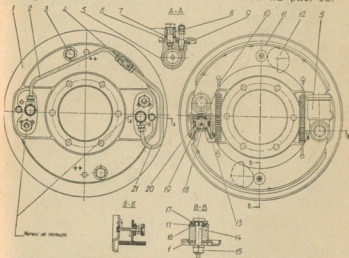
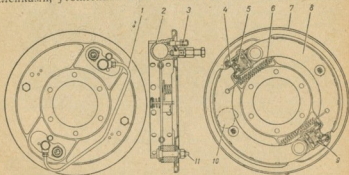

Рис. 97. Тормоз переднего колеса автомобиля УАЗ-469:
Рис. 98. Тормоз переднего колеса автомобиля УАЗ-469Б:
Устройство тормоза переднего колеса автомобиля УАЗ-469 показано на рис. 97, а автомобиля УАЗ-469Б на рис. 98.
На тормозном щите 1 (рис. 97) с помощью опорных пальцев 14 и гаек 15 закреплены два колесных цилиндра 5. На опорных пальцах между шайбами под их головками и опорными проушинами колесных цилиндров неподвижно посажены бронзовые эксцентрики 16, на которых поворачиваются тормозные колодки 11. Поворотом опорных пальцев с эксцентриками можно смещать опорные концы колодок относительно тормозного щита. Регулируют тормоза с помощью опорных пальцев при их сборке на заводе или при ремонте тормозов с заменой колодок или накладок.
При правильной установке колодок с неизношенными накладками и тормозным барабаном метки на опорных пальцах (керны на наружных торцах) должны быть расположены, как показано на рис. 97 или с незначительными отклонениями от этого положения в ту или другую сторону.
Подвижные концы тормозных колодок входят в пазы наколенников поршней 19 колесных цилиндров 5. Колодки внутренней поверхностью своих ободов опираются на регулировочные эксцентрики 12, подвижно установленные на тормозном щите. От произвольного проворачивания эксцентрики удерживаются сильными пружинами. Колодки прижимаются к эксцентрикам стяжными пружинами 10. Шестигранные головки болтов 3 регулировочных эксцентриков выведены на наружную сторону тормозного щита. При помощи эксцентриков устанавливается необходимый зазор между колодками и барабаном. От бокового смещения колодки удерживаются опорами, приклепанными к щиту, и пружинами, установленными в средней части колодок (рис. 97, Б—Б).
2. Немного отвернуть гайки опорных пальцев и установить опорные пальцы в начальное положение (метки на торцах опорных пальцев должны быть расположены, как указано на рис. 97, 98, 99).